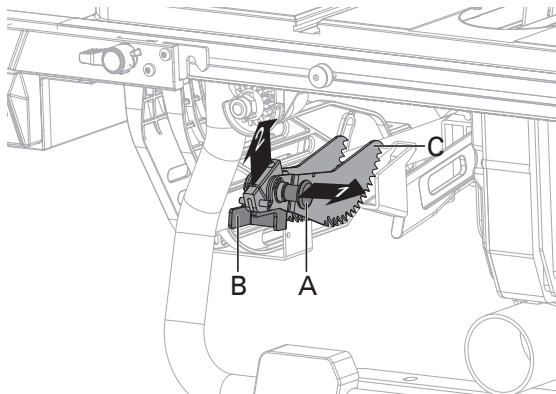

Fig. 9a
INSTALACIÓN DE LOS SEGUROS ANTI-RETROCESO Y DE LA PROTECCIÓN DE LA CUCHILLA (Fig. 9a-9b)
- Extraiga y sujete la perilla (A), presione los seguros anti-retroceso hacia arriba y sáquelos del almacenaje de los seguros anti-retroceso (B) ubicado en el interior del lado izquierdo de la sierra (Fig. 9a).
- Extraiga y sujete la perilla (A). Alinee la ranura de los seguros anti-retroceso (C) con la ranura (D) indicada del separador (E). Coloque la clavija de resorte (F) de los seguros anti-retroceso (C) en la ranura (D) indicada en el separador (E).
- Presione los seguros anti-retroceso (C) hacia abajo hasta que encajen correctamente y libere la perilla (A) para insertar la clavija (G) en el orificio (H) indicado en el separador (E).